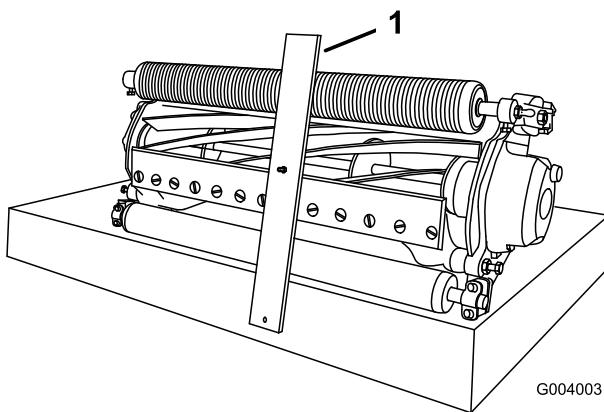

Figura 55
- 3. Agganciate la testa della vite sul tagliente della controlama, ed appoggiate la parte posteriore della barra sul rullo posteriore (Figura 55).